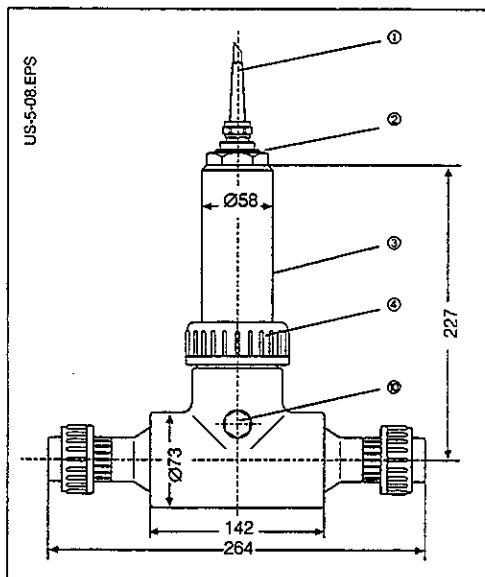

Fig. 3.3 CUA 250-A con raccordo a vite DN 25
- La testa di iniezione CUR 3-1 si avvita all'armatura a deflusso CUA 250 al posto del tappo ⑤ (vedere fig. 3.3).